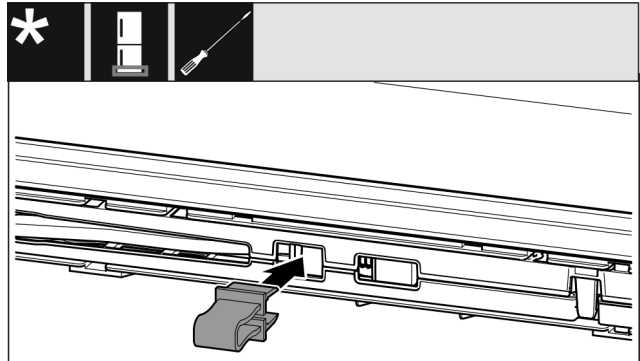

Fig. 14
- Pattintsa be a biztosítékot a nyílásba Fig. 14 ().